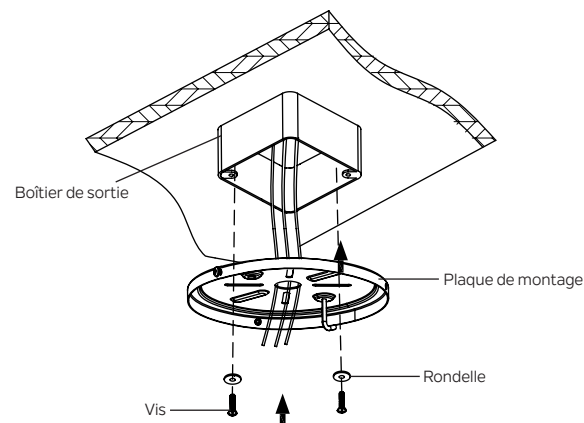

Fig. 4
Étape 1. Avant de fixer le ventilateur au boîtier de sortie (non incluse), assurez-vous que le boîtier de sortie est solidement fixé à au moins deux points à un élément du plafond structurel (un boîtier desserré fera vaciller le ventilateur). Faites passer les fils d'alimentation de 120 volts du boîtier de sortie par le centre de la plaque de montage. Installez la plaque de montage sur le boîtier de sortie au plafond à l'aide des vis et rondelles fournies avec le boîtier de sortie. (Fig. 4)